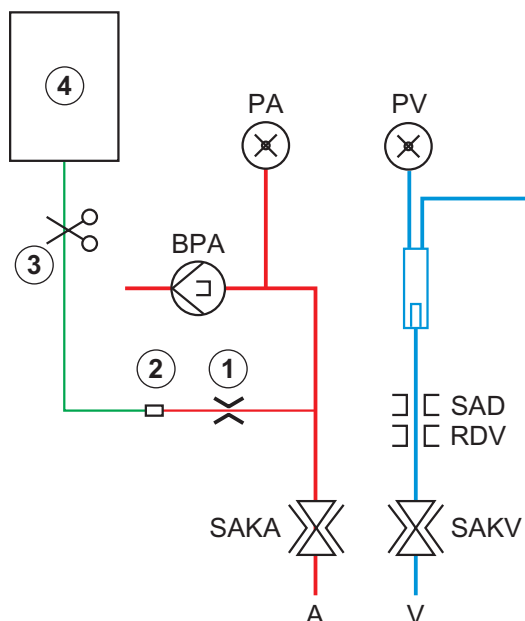

Fig. 6-10 Configuração para o bolus arterial
Utilizando um equipamento de diálise HD, o tubo de infusão tem de ser ligado a um saco de NaCl através do adaptador em Y no sistema de linhas de sangue (consulte Fig. 6-10 Configuração para o bolus arterial (151)).
3. Coloque o saco de infusão com solução salina (Fig. 6-10, ④) no suporte.